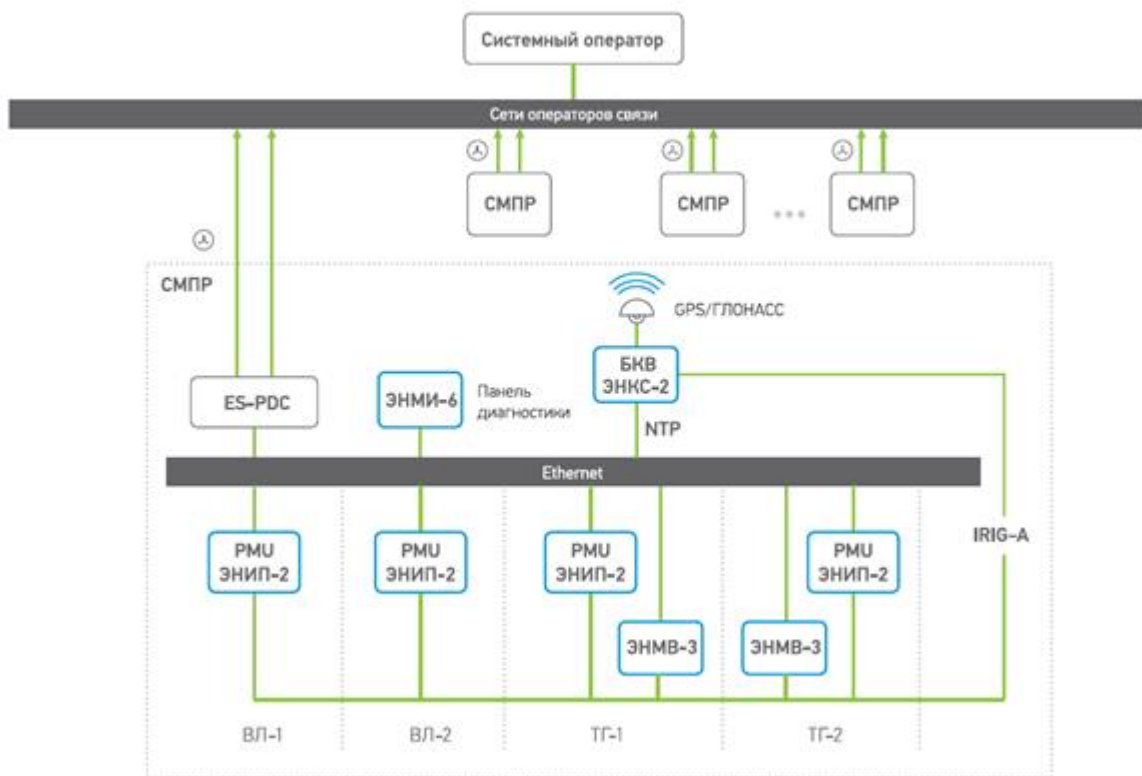

Рисунок 3.1. Структурная схема СМПР объекта (электростанция)
3.1.3 На рис. 3.1 отражена структурная схема типовой СМПР. ES-PDC, устанавливаемый на объекте (в данном случае – на электростанции), является центральным узлом, объединяющим измерения от всех УСВИ (PMU) и обеспечивающим передачу данных Системному оператору.